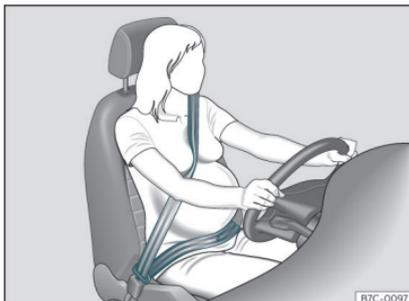

Fig. 12 Posizione del nastro della cintura di sicurezza per donne in stato di gravidanza.
In caso di **donne incinte**, la cintura di sicurezza deve passare in modo uniforme sul petto e il più possibile sotto sul bacino con il nastro piatto in modo da non stringere il ventre; deve essere utilizzata durante tutta la gravidanza» **fig. 12**.
- In caso di donne incinte, il tratto addominale del nastro della cintura di sicurezza deve passare il più in basso possibile davanti al bacino, appoggiato piatto e "avvolgendo" il ventre» **fig. 12**.